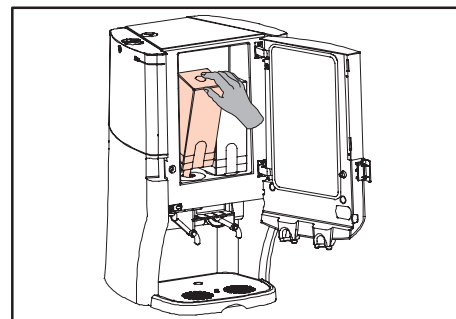

Fig. 26 Placez les packs d'ingrédients
7. Placez les packs d'ingrédients (fig. 26).